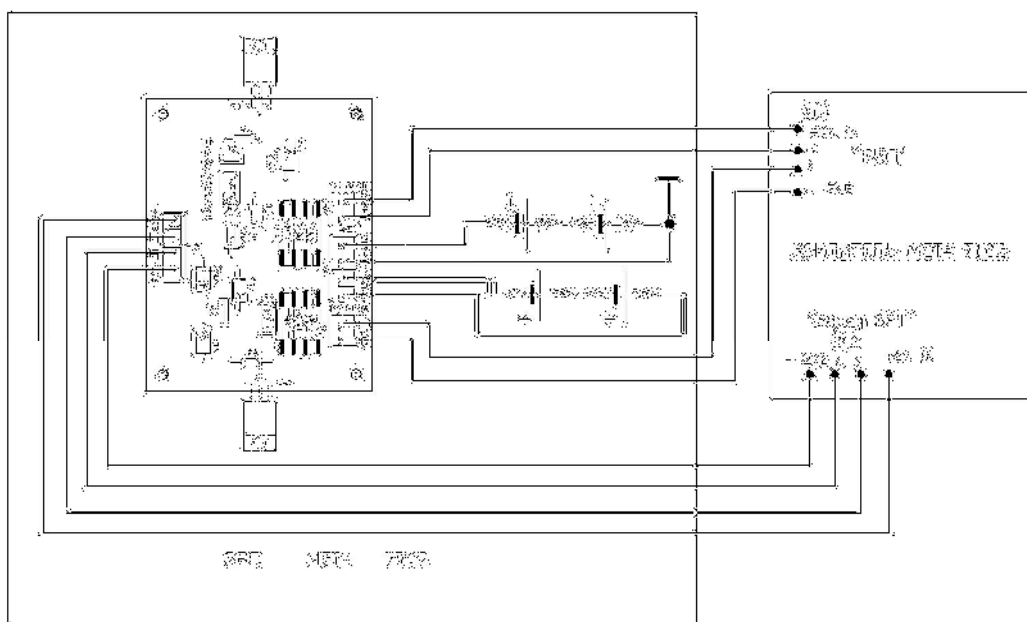

Рис.4 Подключение аккумуляторов в БРП
- Тщательно осмотреть установленный БРП. На его внутренних узлах и компонентах не должно быть металлической стружки, пыли, обрезков проводов и т.п. В противном случае источник может выйти из строя. Вентиляционные отверстия должны быть свободны для доступа воздуха. Подключение аккумуляторов в БРП показано на рис. 4
Рис.4а Подключение к ППК, БЦЗ и линиям оповещения